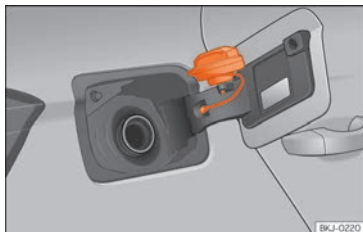

Fig. 181 Trappe à carburant avec bouchon ouvert.
- Placez le bouchon dans le logement se trouvant sur la charnière de la trappe à carburant ouverte » fig. 181.